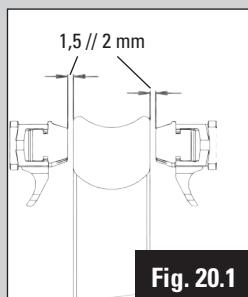

Fig. 20.1
1. Réglage garde patins (Clé Allen de 3mm, Fig. 20.1) : **rotation horaire** : le patin s'éloigne de la jante // **rotation antihoraire** : le patin se rapproche de la jante